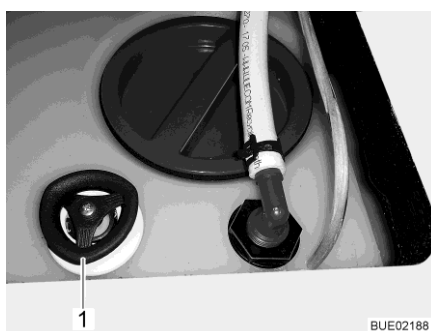

Fig. 184 Serbatoio dell'acqua con maniglia girevole
- Staccare il coperchio (Fig. 184,1) del serbatoio dell'acqua.